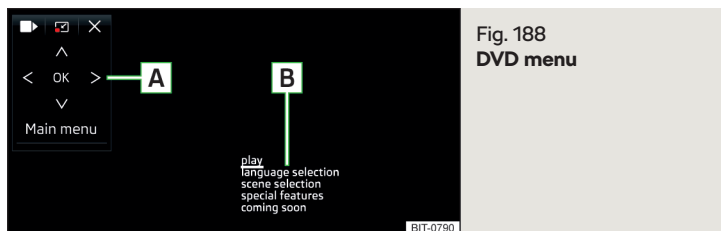

Fig. 188
**Description of the DVD menu** » Fig. 188